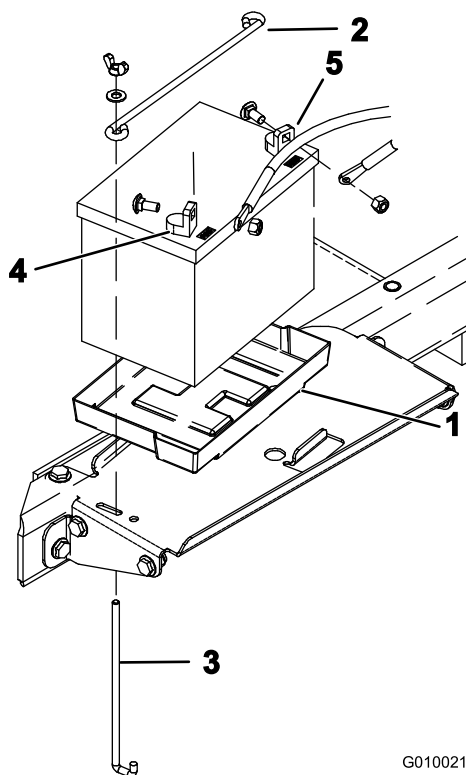

Рисунок 14
1. Установите аккумулятор в поддон в аккумуляторном отсеке (Рисунок 14). Расположите аккумулятор так, чтобы клеммы были направлены наружу.